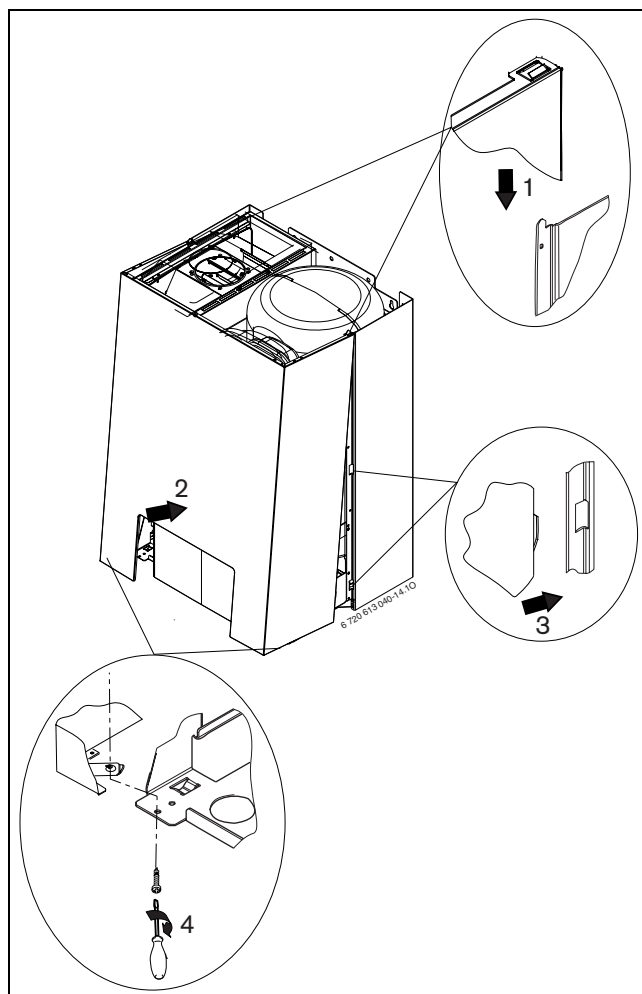

Fig. 14
- Agganciare il mantello, spingerlo verso il muro, far combaciare le lamelle di incastro e stringere le viti di bloccaggio (vedere le fasi in fig 14).